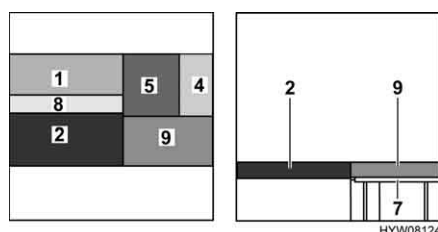

Fig. 99 Dopo la trasformazione
- Posizionare i cuscini dello schienale del sedile (Fig. 99,1) sul tavolo.
- Posizionare il cuscino aggiuntivo (Fig. 99,8) tra il cuscino del divano e il cuscino dello schienale.
- Posizionare il cuscino dello schienale del sedile longitudinale (Fig. 99,4) tra il cuscino del sedile longitudinale e la parete posteriore.
- Posizionare il cuscino aggiuntivo (Fig. 99,9) sulla piastra di supporto.